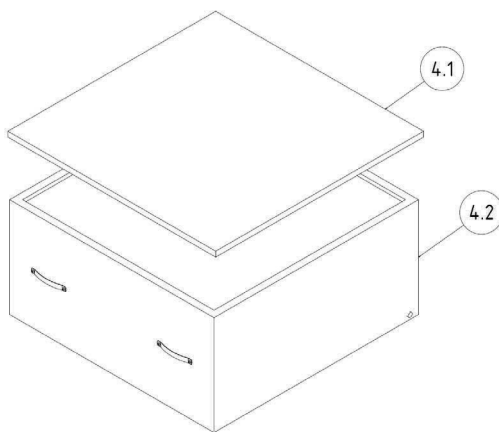

Abbildung 6, Filteraufbau
- Entnehmen Sie den Vorfiltereinschub (Abb. 6, Pos. 4.1) vorsichtig aus dem Filterteil, um möglichst keinen Staub aufzuwirbeln und legen ihn auf einem Arbeitstisch ab.
- Heben Sie das Hauptfilter (Abb. 6, Pos. 4.2) an den Griffbändern vorne leicht an um die Dichtung von der Auflagefläche zu lösen und ziehen Sie es ungefähr zwei Drittel aus dem Filtergehäuse, so dass das Filter mit den Bolzen noch weiterhin auf den seitlichen Führungsprofilen liegt.